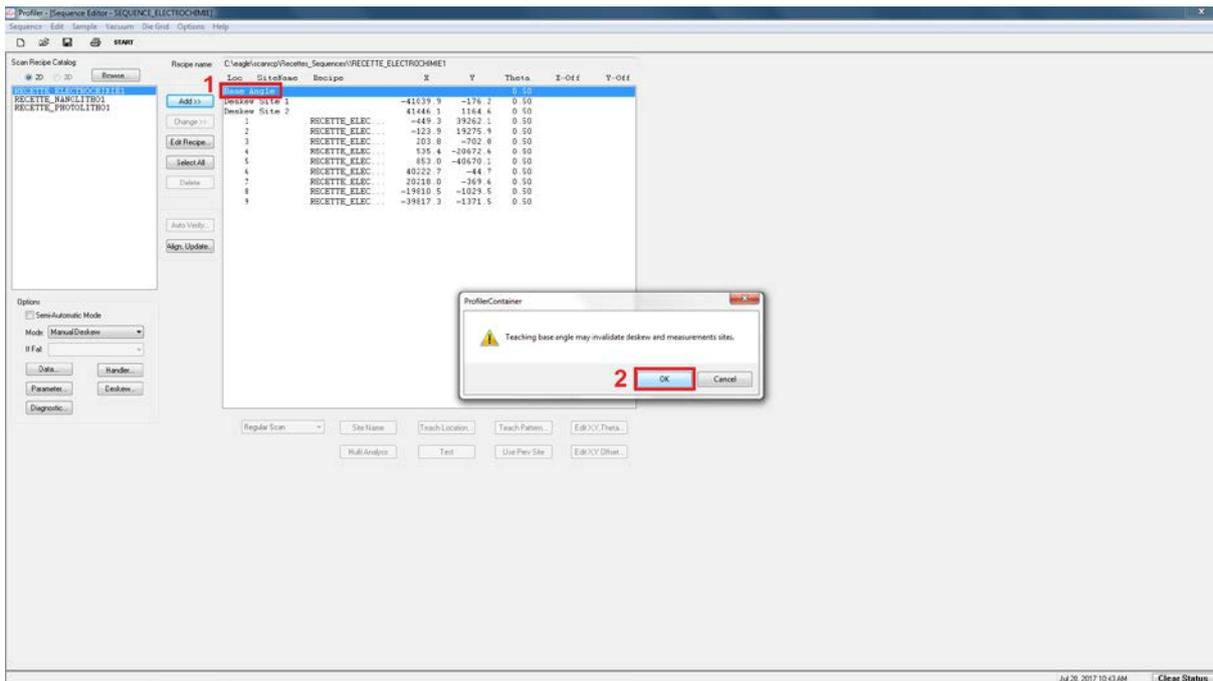

Figure 25 : Sequence editor
Dans la fenêtre « Sequence editor » (Figure 25), double-cliquer sur « Base angle » (1) afin d'avoir la possibilité de pouvoir corriger le  $\theta$  de l'échantillon. Mettre OK (2) au message qui s'affiche.